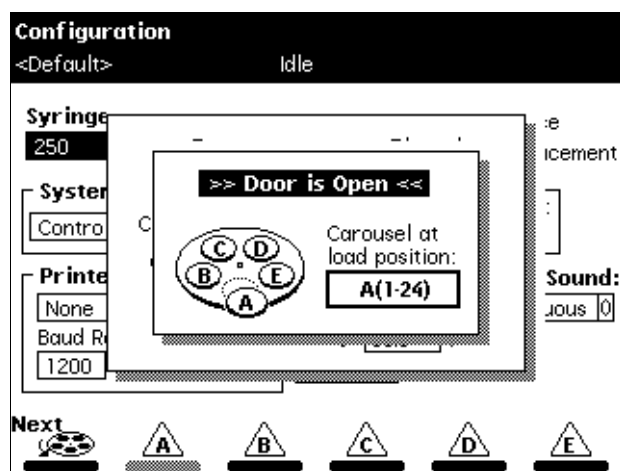

图 3-16 门已打开对话框
1. 打开样品转盘门。屏幕内将显示 Door is Open（门已打开）对话框，如图 3-16 所示。